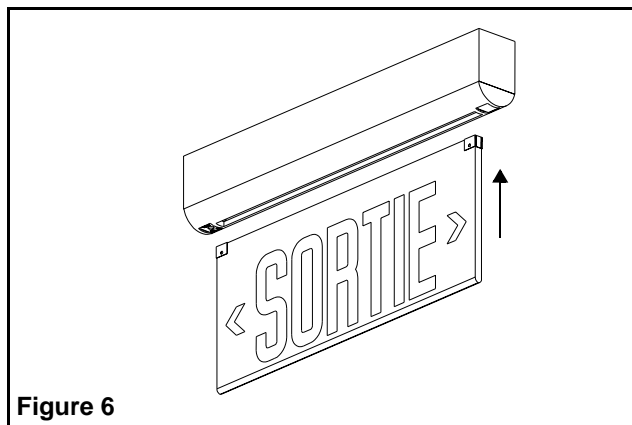

Figure 6
3. Retirer partiellement l'enveloppe protectrice qui recouvre le panneau de l'enseigne. Enfoncer le panneau de l'enseigne dans la fente de la plaque de finition jusqu'à ce que les fixations soient engagées (voir fig. 6). Tirer légèrement sur le panneau pour vérifier qu'il soit bien engagé. Enlever l'enveloppe protectrice.